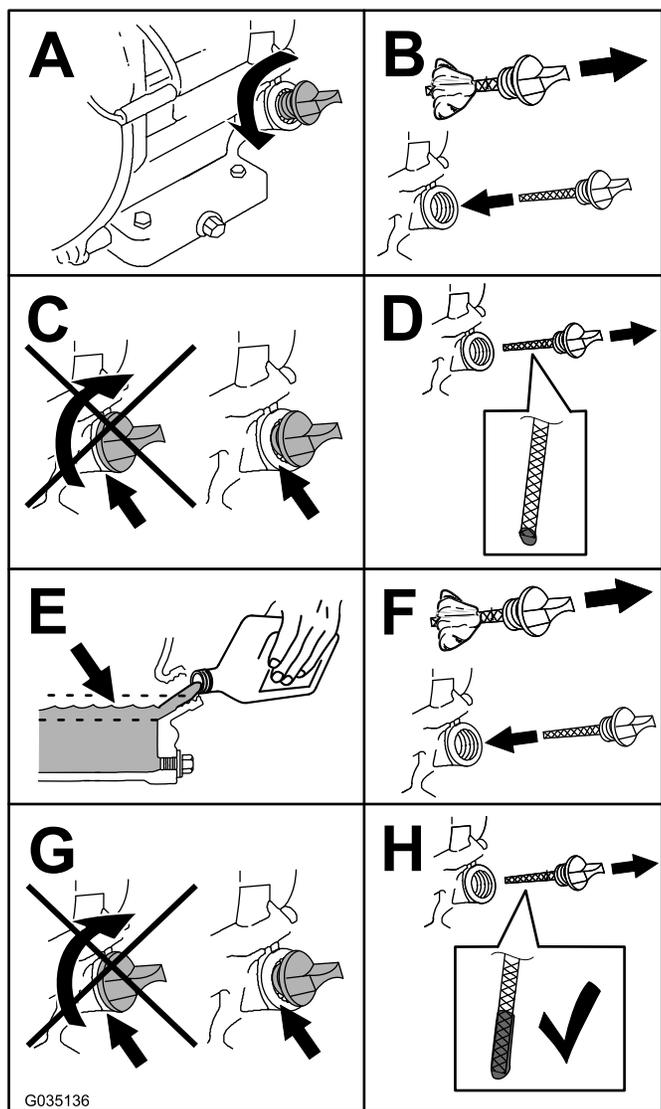

Figura 44
5. Compruebe el nivel de aceite como se muestra en Figura 44.
- Retire la varilla (Figura 44) y vierta aceite lentamente en el orificio de llenado hasta que el nivel de aceite llegue a la marca de límite superior (borde inferior del orificio de llenado de aceite) de la varilla.